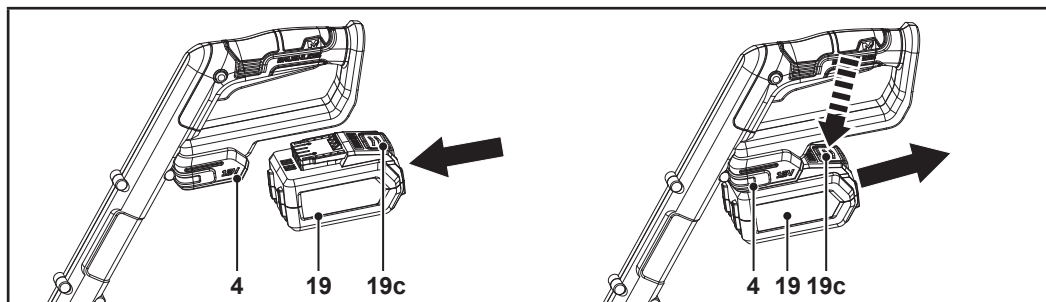

Fig. 3
Colocar: Alinhe a bateria (19) com a porta de ligação da bateria (4) e faça-a deslizar para o interior. Certifique-se de que encaixa no lugar (Fig. 3).
Remover: Pressione o botão de libertação (19c) e remova a bateria (19) da porta de ligação da bateria (4) (Fig. 3).
1. Ligue a ficha de alimentação (20a) do carregador (20) a uma fonte de alimentação adequada.
2. Alinhe a bateria (19) com a porta de ligação da bateria (20d) e faça-a deslizar até bloquear no devido lugar (Fig. 3).